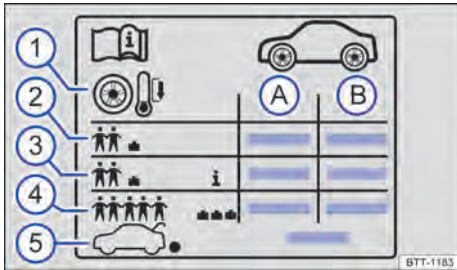

Fig. 161 Etiqueta con las presiones de los neumáticos
Indicaciones en la adhesivo de la presión de los neumáticos → fig. 161:
- Adecuar la presión de los neumáticos según la carga del vehículo → fig. 161 ③.